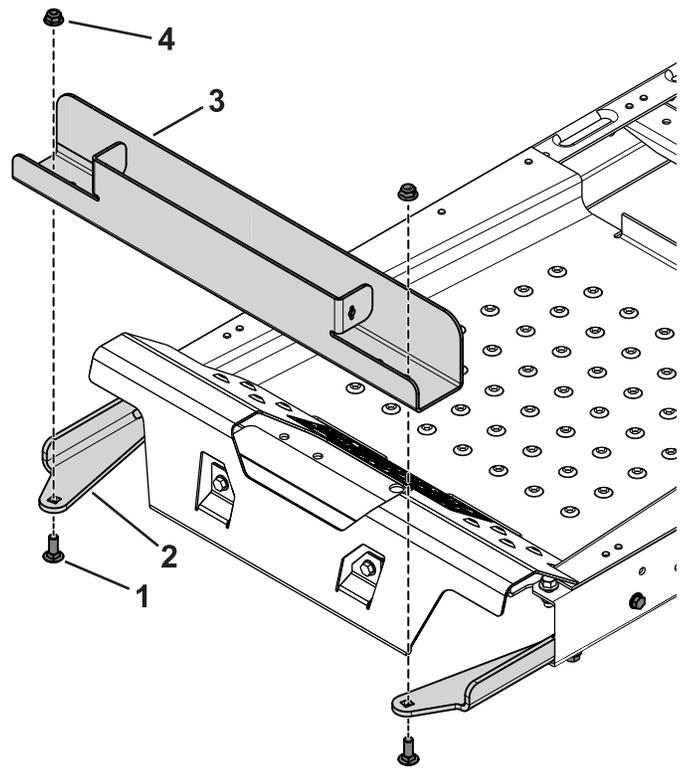

Figura 2
3. Utilice los 2 pernos de cuello cuadrado ($3/8"$ x $1"$) y tuercas con arandela prensada para sujetar la bandeja de pesos a los soportes (Figura 2).